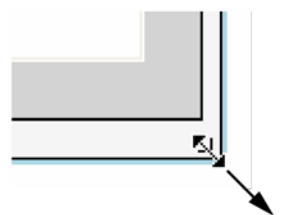

图26. 调整图形大小
4. 将光标放在角落上的大小调整手柄上, 调整图形(Graph)元件的大小, 向外拖动元件使其变大(参见图26)。